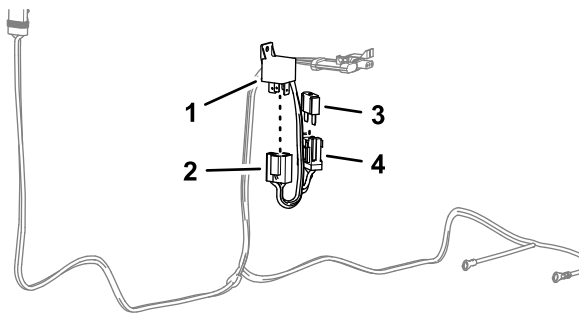

Bild 7
1. Installieren Sie das Relais in den 4-poligen Stecker des Stromkabelbaums (Bild 7).
- Stecken Sie die Sicherung (60 A) in die Buchse des Sicherungshalters für den Stromkabelkanal (Bild 7).